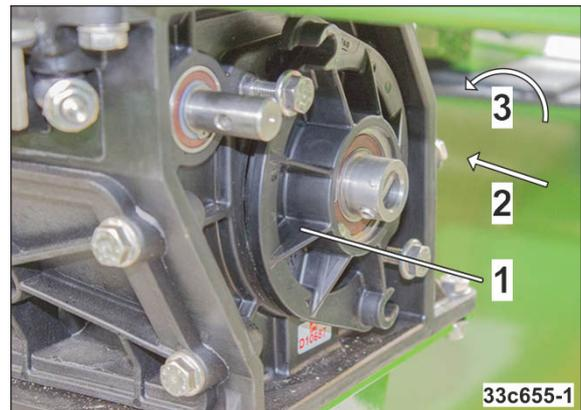

Fig. 241
5. Fermer la plaque d'obturation du boîtier (Fig. 241/1).
6. Tirer lentement le clapet (Fig. 241/2) hors du doseur.